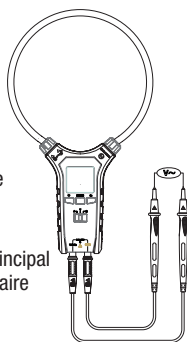

Figure 9
4. Brancher les fils de test à la tension à tester (Figure 9) ; le multimètre choisira automatiquement la plage. L'affichage principal indiquera la valeur efficace de la tension CA et l'affichage auxiliaire indiquera la valeur de la fréquence.